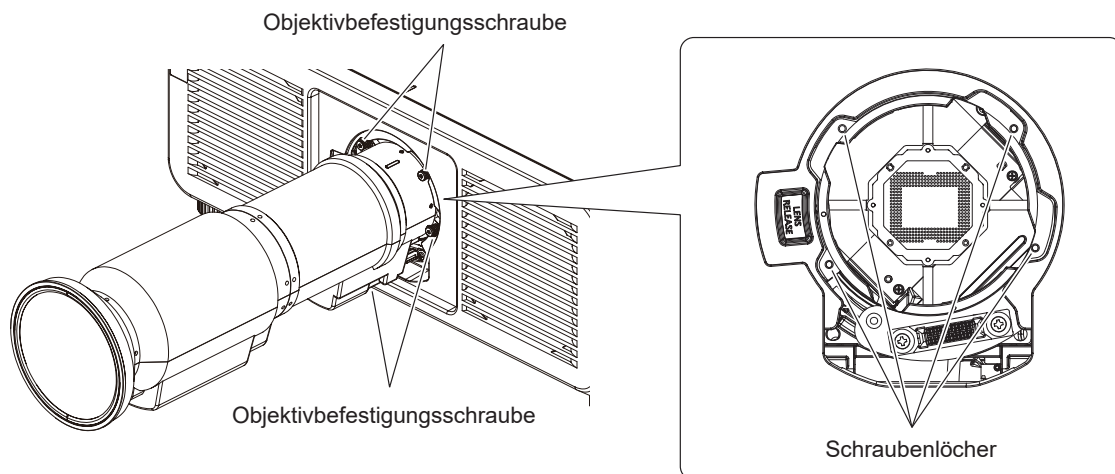

Abb. 4
4) Das Projektionsobjektiv mit den Objektiv-Befestigungsschrauben sichern. (Abb. 4) (Nur für ET-C1U100)